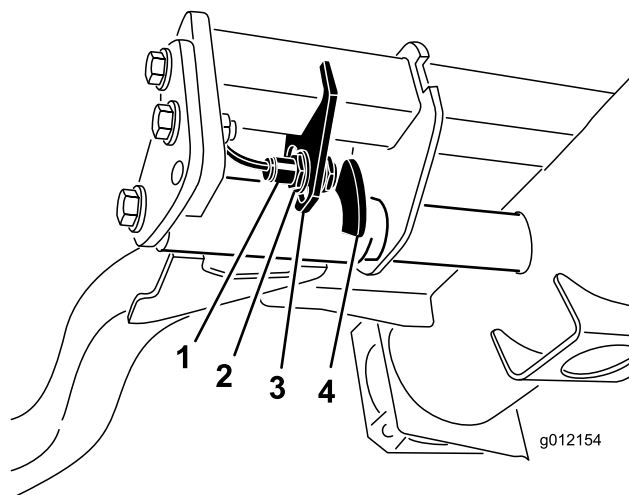

Figura 34
2. O interruptor do braço de elevação encontra-se por baixo do depósito hidráulico por trás do braço de elevação direito dianteiro (Figura 34).
3. Solte os parafusos de montagem do interruptor (Figura 34) e desloque o interruptor para baixo para aumentar a altura de viragem do braço de elevação ou desloque o interruptor para cima para diminuir a altura de viragem do braço de elevação. Aperte os parafusos de montagem.